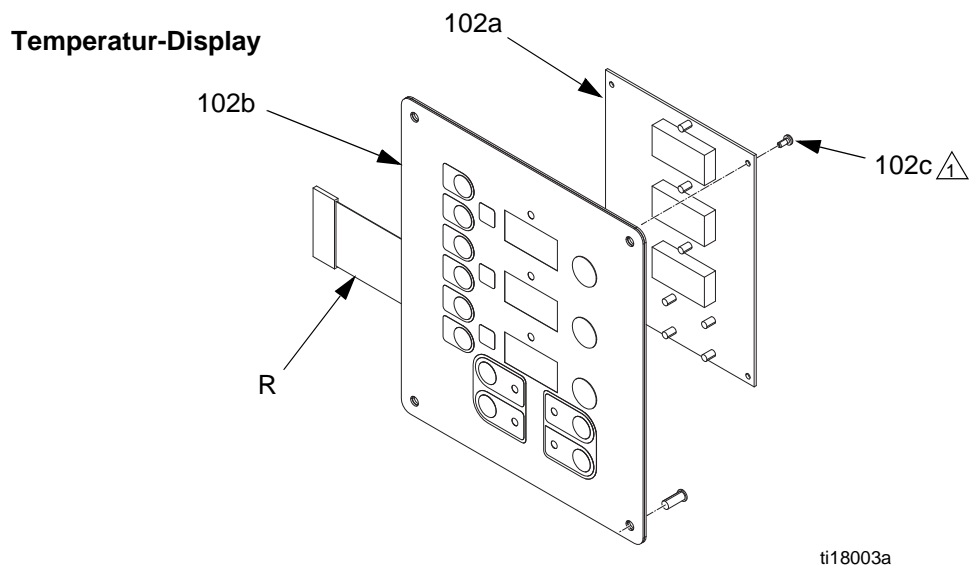

ABB.15. Anzeigemodul
5. Das Haupt-Displaykabel (106) an der unteren linken Ecke des Display-Moduls abziehen; siehe ABB.15.
6. Die Schrauben (116) und die Abdeckung (105) entfernen; siehe ABB.15.
7. Kabelstecker von der Rückseite des Temperatur-Displays (102) abziehen. Siehe ABB.15.
8. Die Flachkabel (R) von der Rückseite des Displays abziehen; siehe ABB.15.
9. Muttern (103) und Platte (101) entfernen.
10. Display zerlegen, siehe Detailansicht in ABB.15.
12. In umgekehrter Reihenfolge zusammenbauen, siehe ABB.15. Mittelstarkes Gewindedichtmittel wie gezeigt auftragen. Sicherstellen, dass der Erdungsdraht (G) des Display-Kabels zwischen der Kabelbuchse und der Abdeckung (105) mit den Schrauben (107) befestigt ist.